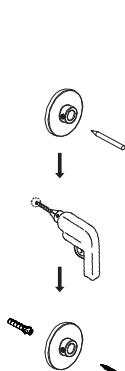

Figure 5
- c) Installer le support mural sur la position marquée (Figure 5). Couvrez la barre de douche thermostatique pour éviter la poussière.